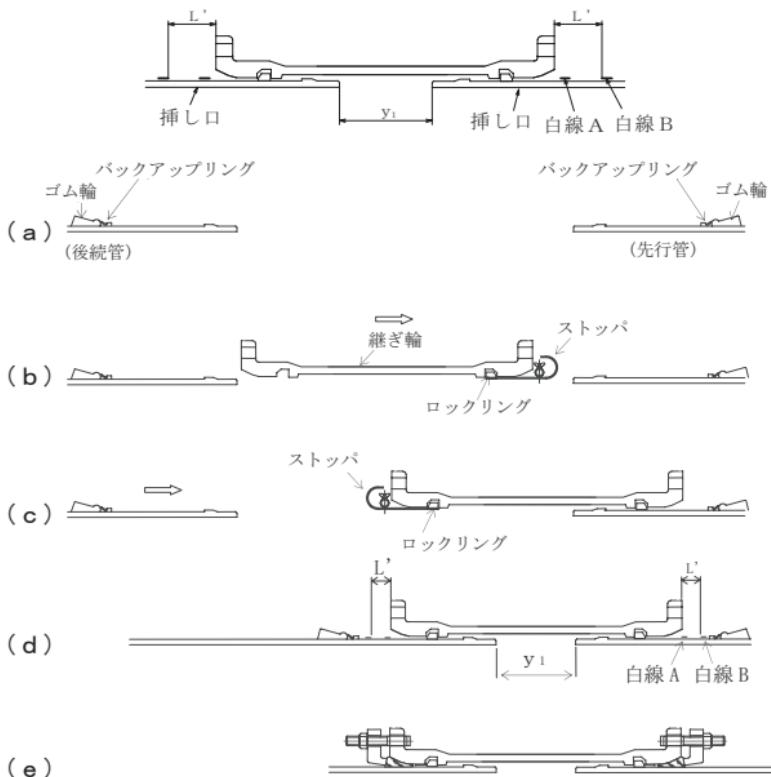

図 42 継ぎ輪の施工手順（一方から順次配管していく場合）
- (1) 先行管（先に布設した管）の挿し口と後続管（先行管と接続する管）の挿し口にゴム輪、バックアップリングをセットする（図 42 (a) 参照）。
- (2) 継ぎ輪の先行管側受口のロックリングを拡大し、ストップをセットした後、継ぎ輪を先行管に預け入れ、ストップを引き抜く（図 42 (b) 参照）。
- (3) 継ぎ輪の後続管側受口のロックリングを拡大し、ストップをセットした後、後続管を継ぎ輪に預け入れ、ストップを引き抜く（図 42 (c) 参照）。
- (4) 挿し口白線 B と受口端面の間隔を表 10 の L' に合わせ継ぎ輪の位置を決める（図 42 (d) 参照）。
- (5) 押輪、ゴム輪、バックアップリング、ボルト・ナットを直管と同じ要領で接合する（図 42 (e) 参照）。